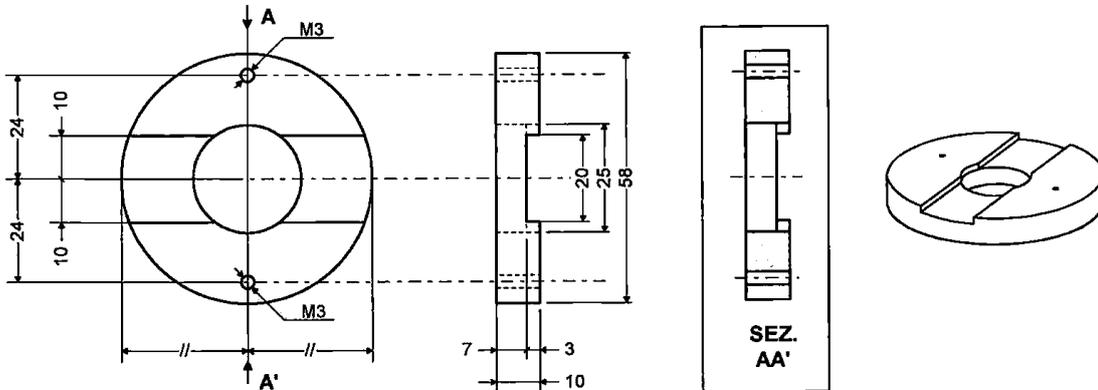

Fig.2
Si devono realizzare in 4 copie di un particolare meccanico in una lega di alluminio (anticorodal) come da disegno (Fig.2):
- 1) Si descriva la procedura per realizzare il particolare meccanico di Fig.2 elencando i passaggi principali per realizzarlo a partire dalla scelta dei grezzi;